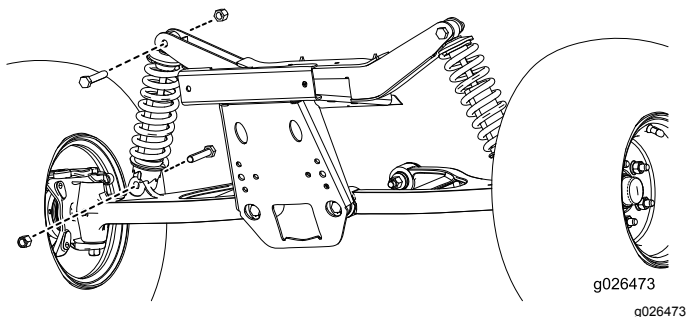

Рисунок 2
2. Снимите имеющиеся узлы амортизаторов, как показано на Рисунок 2.